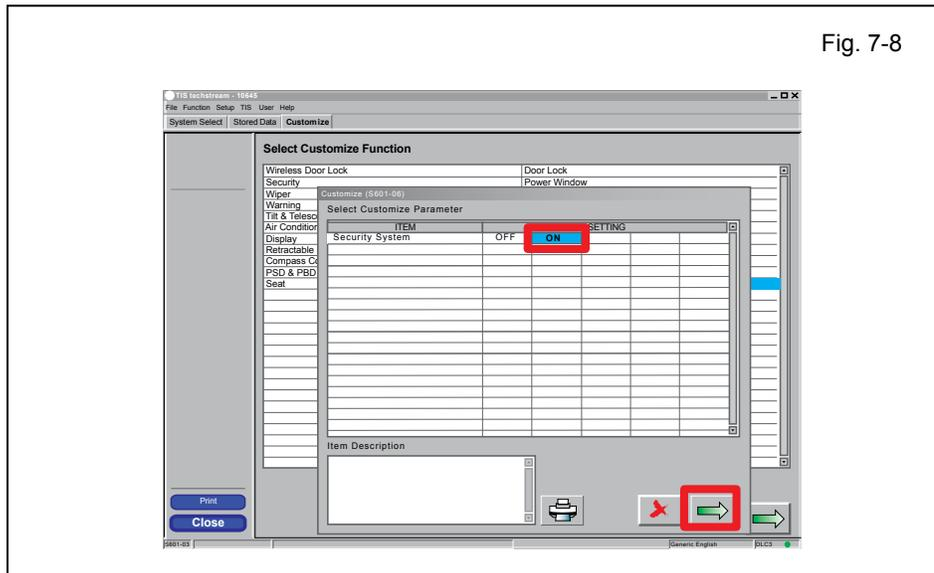

Fig. 7-8
- n. Select “ON.” (Fig. 7-8)
- o. Click  (Fig. 7-8)